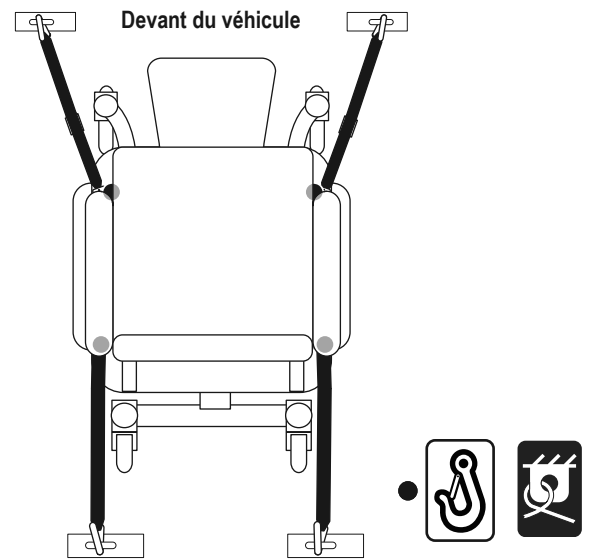

Figure 1. Ancrage du fauteuil motorisé
- Fixez les quatre (4), six (6) ou huit (8) courroies aux points d'ancrage désignés et identifiés par le symbole d'ancre sur le fauteuil motorisé. **Voir les figures 1 par 4.** Serrez-bien les courroies pour retirer le jeu excessif.
- Positionnez les points d'ancrage arrière des courroies directement derrière le fauteuil motorisé. Les points d'ancrage avant sont disposés plus loin de chaque côté du fauteuil motorisé afin d'augmenter la stabilité latérale. **Voir la figure 1.**